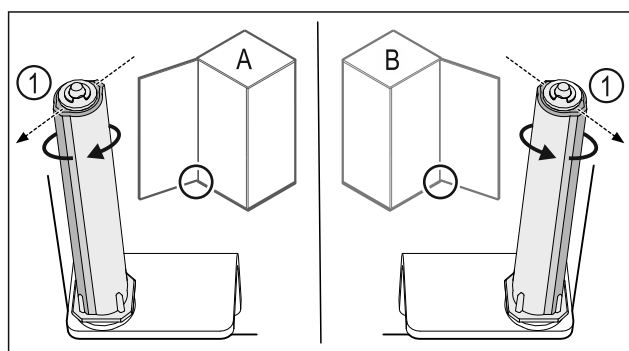

Fig. 29 Ľavý doraz (A)/pravý doraz (B)
- ▶ Otáčajte systém zatvárania proti odporu, kým nebude mostík systému zatvárania Fig. 29 (1) ukazovať von.